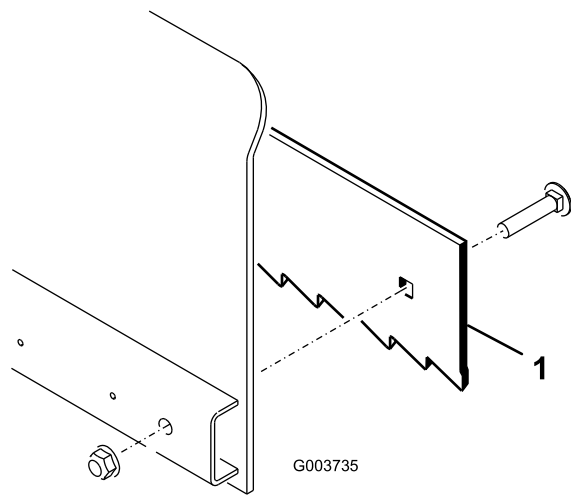

Figura 3
- **Per un ricondizionamento più aggressivo:** posizionate la piastra di usura (Figura 3) con i denti rivolti in avanti.